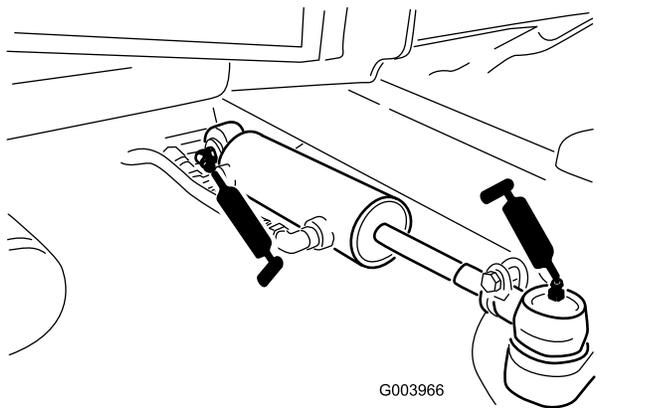

図 112
- ステアリングシリンダのボールジョイント 2ヶ所 図 112